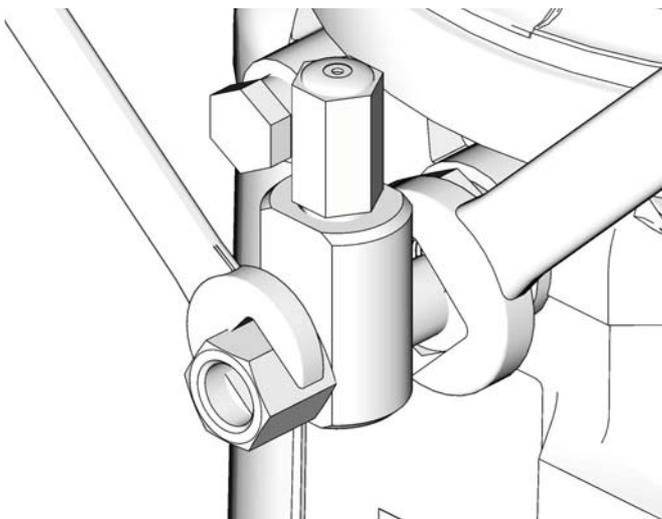

FIG. 10
- Utilisez toujours deux clés travaillant dans des directions opposées, pour raccorder quoi que ce soit à l'élément de pompe ou aux raccords auxiliaires. Consultez la FIG. 10 pour un exemple.